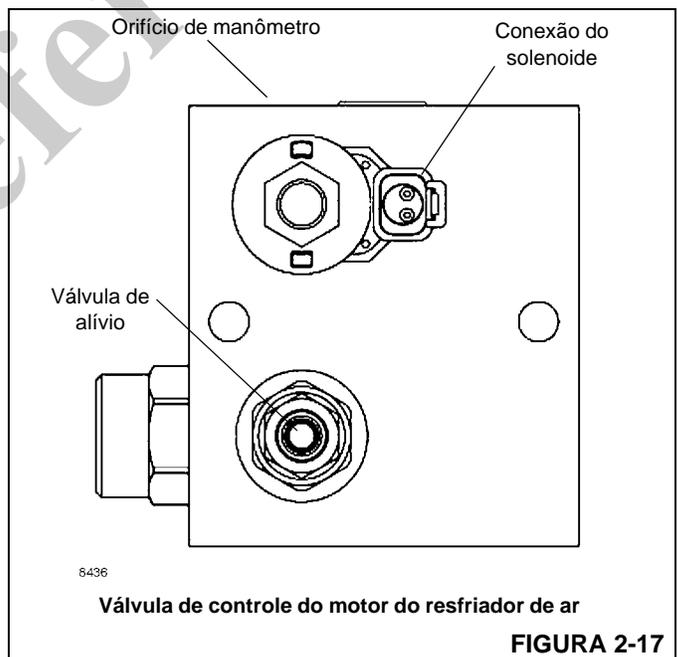

FIGURA 2-17
1. Instale o diagnóstico de verificação de pressão de desconexão rápida (Parker PD240) com manômetro no bico de teste na válvula de controle do motor do resfriador de ar (Figura 2-17).